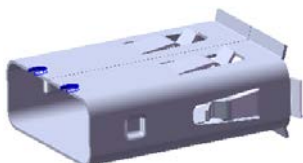
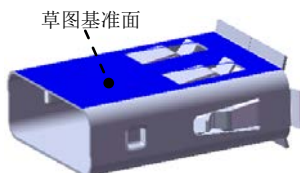
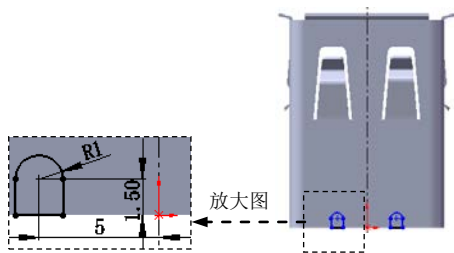

图 10.93 切除—拉伸 1
图 10.94 草图基准面
图 10.95 横断面草图
- (1) 选择命令。选择下拉菜单 **插入(I)** → **阵列/镜向(E)** → **镜向(M)...** 命令。
- (2) 定义镜像基准面。选取右视基准面作为镜像基准面。
- (3) 定义镜像对象。选择成形特征 1 作为镜像 2 的对象。
- (4) 单击 按钮，完成镜像 2 的创建。
Step31. 创建图 10.93 所示的切除—拉伸 1。
- (1) 选择命令。选择下拉菜单 **插入(I)** → **切除(C)** → **拉伸(E)...** 命令。
- (2) 定义特征的横断面草图。选取图 10.94 所示的模型表面作为草图基准面，绘制图 10.95 所示的横断面草图。